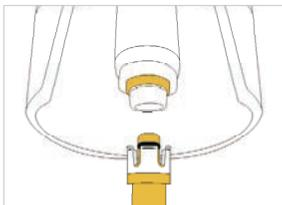

Abbildung 21
- Schließen Sie den gelben Schlauchschnellanschluss an die Verneblerschale an. (**Abb. 21**)